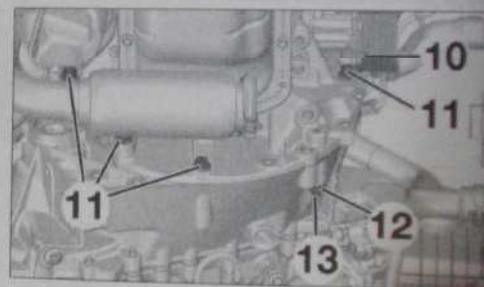

Fig. 6
- le goujon (10) (Fig.6),
- les vis inférieures d'accouplement moteur/boîte de vitesses (11),
- l'écrou (12),
- le goujon (13).